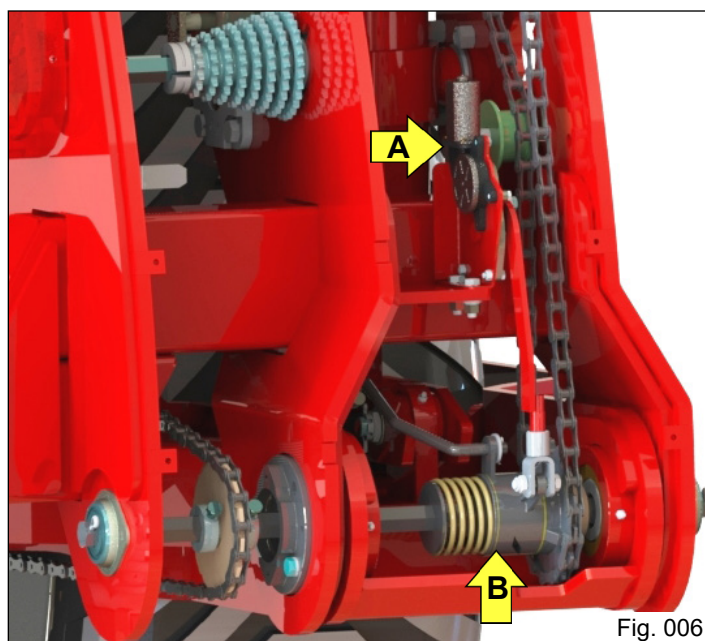

Fig. 006
- Uma catraca para cada roda motriz ("B" Fig. 006);
- Ativação e desativação da distribuição de adubo e sementes, desligamento pelo motor elétrico ("A" Fig. 006);